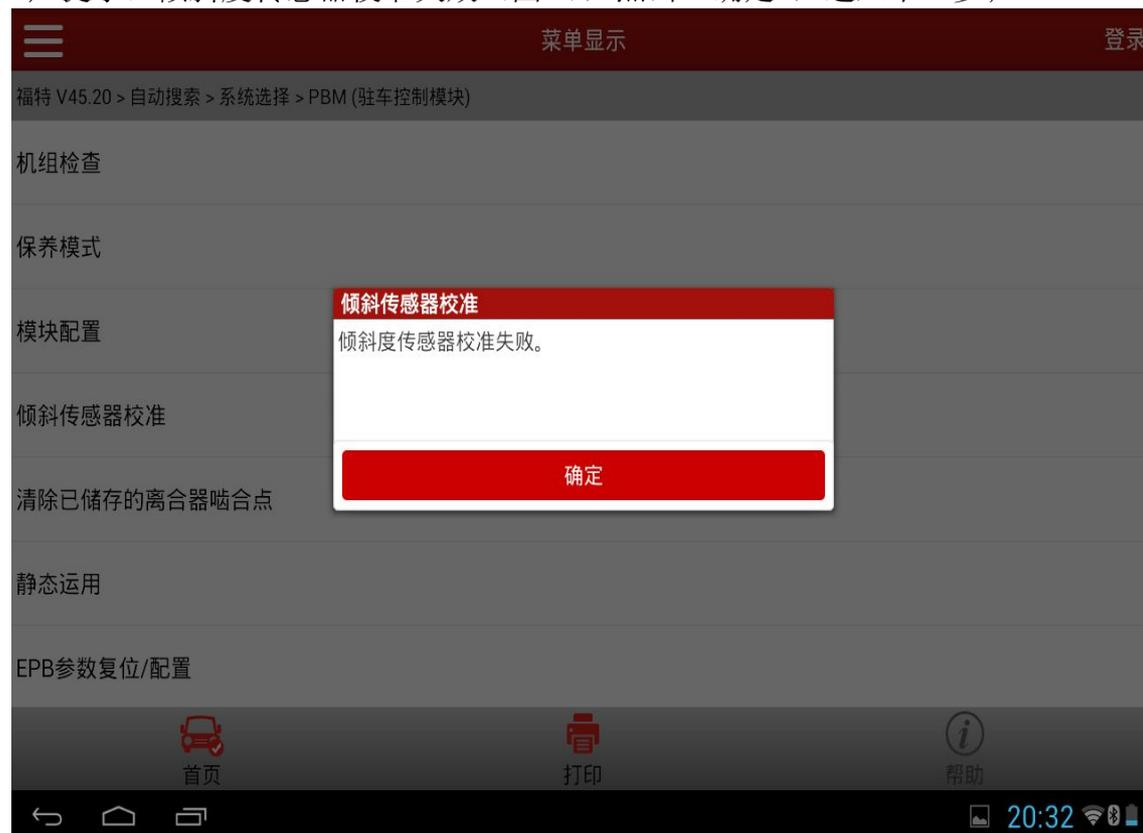

图 9
9). 提示：倾斜度传感器校准失败（图 9），点击“确定”，进入下一步；